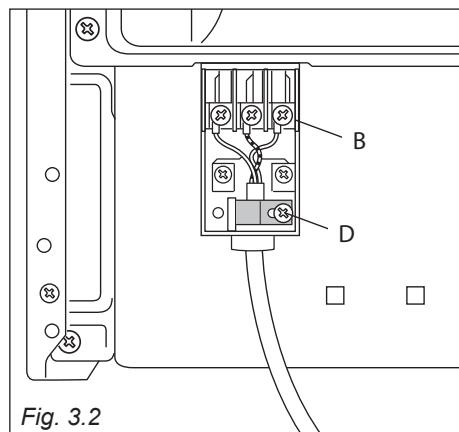

Fig. 3.2
- Svitare il fissacavo “D” (fig. 3.2).